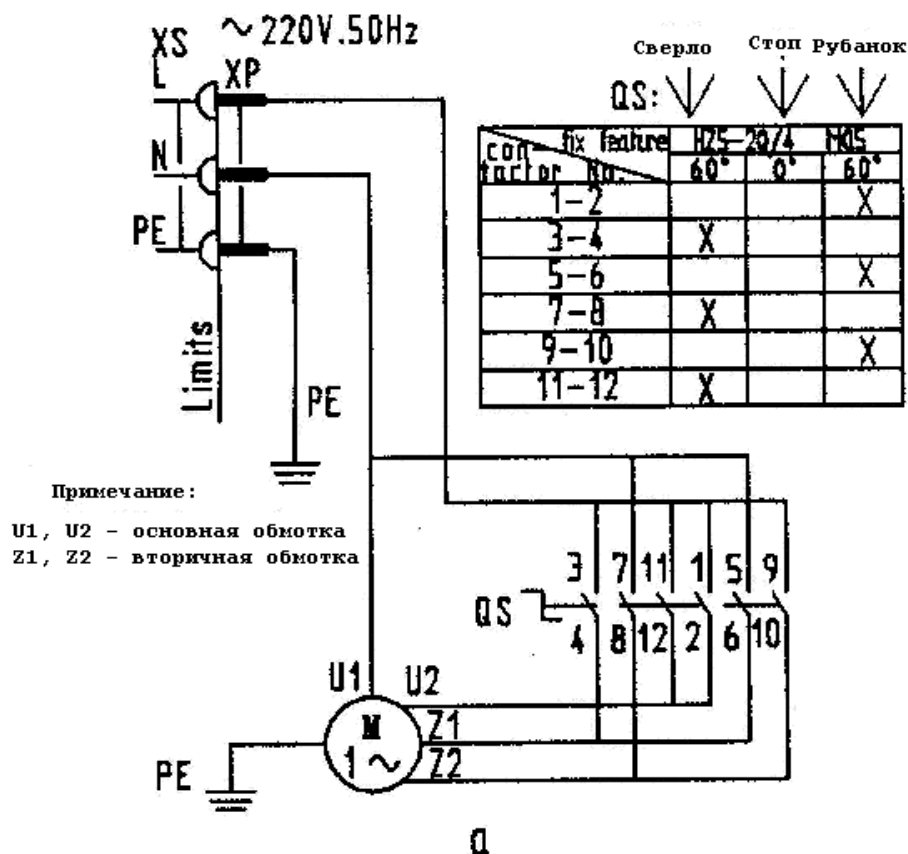

Рис.6 Электрическая схема
Электрическая схема (Рис. 6)
- Электрическая схема показана на Рис. 6 а или б. Станок может поставляться с трехфазным или однофазным мотором, в зависимости от запроса заказчика.